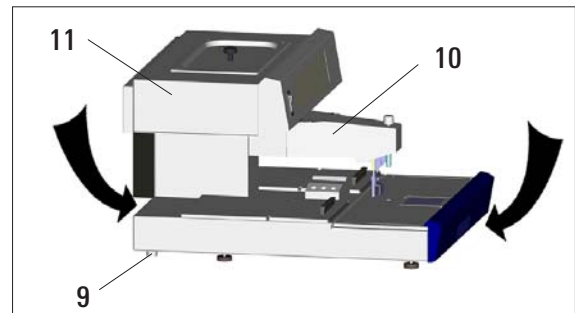

Fig. 4
- Lyft instrumentet (6), genom att fatta tag i basplattans fram- och baksida (Fig. 4) och lyft ur den ur frigolitfästena (8).